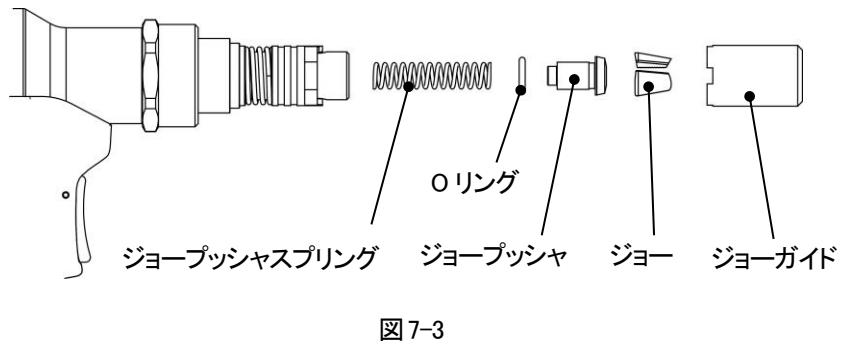

図 7-3
- 4) この時、外れてくるパーツを(図 7-3)に示します。これらのパーツ及びアンビル・プリングヘッド内部を